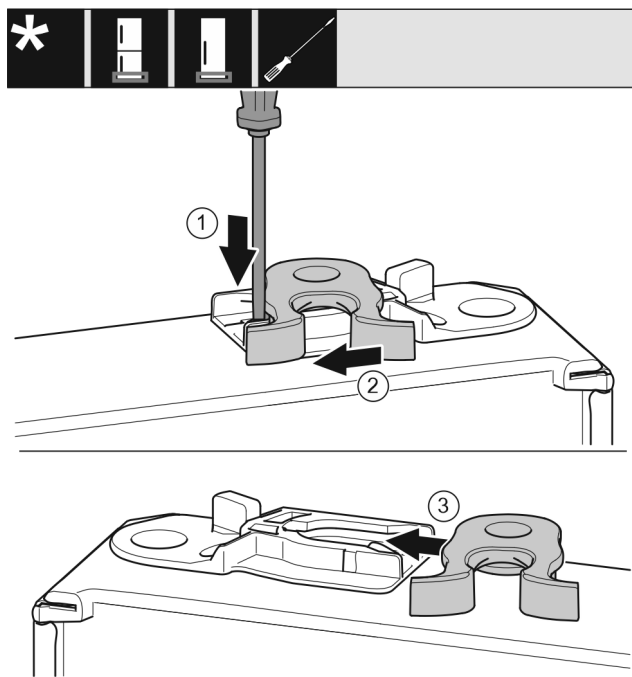

Fig. 23
- ▶ Прижмите накладку Fig. 23 (1) шлицевой отверткой вниз.
- ▶ Выведите запорный крючок Fig. 23 (2) из направляющей.
- ▶ Вставьте запорный крючок Fig. 23 (3) в направляющую с другой стороны.